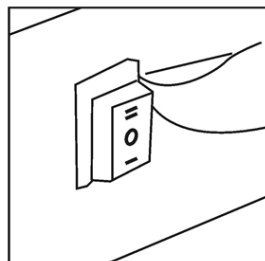

Figure 3
1. Tournez l'interrupteur d'alimentation sur la position « I ». Le moteur démarrera et l'affichage numérique indiquera la température ambiante (voir figure 3).